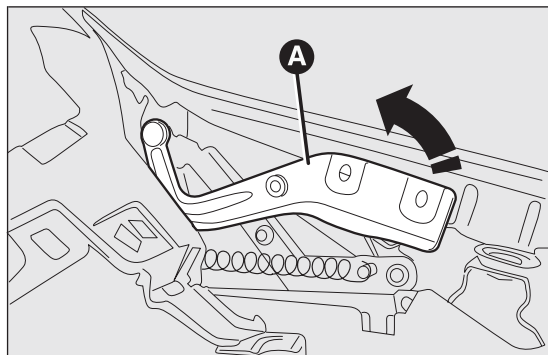

fig. 86
- ☐ sollevare verso l'alto la leva di sostegno cofano motore A fig. 86 ed accompagnarla fino ad avvertire lo scatto di avvenuto bloccaggio;